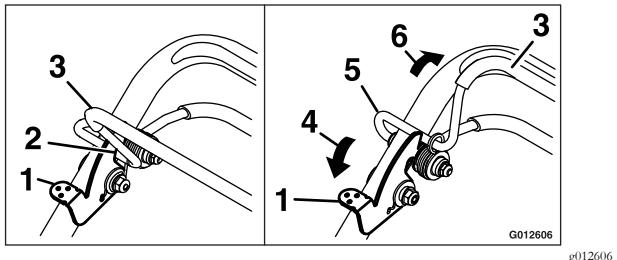

Figura 10
2. Empuje la palanca de bloqueo del control de la cuchilla hacia adelante para liberar la barra de control de la cuchilla (Figura 10).